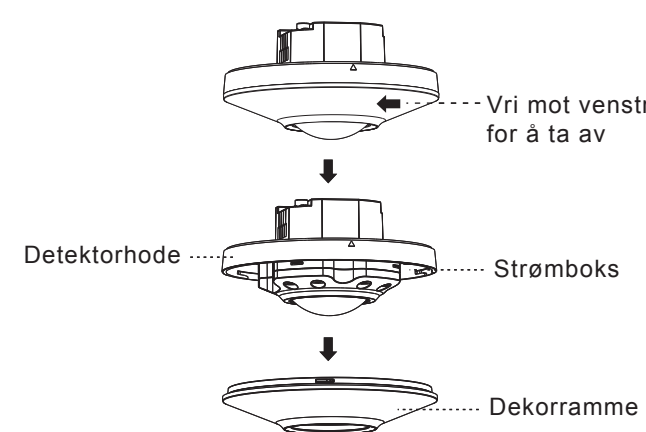

FIG. 6
3.4.1.1 Ta av dekorrammen fra detektorene (se FIG. 6).
- 3.4.1.4 Fest dekorrammen (se FIG. 6).